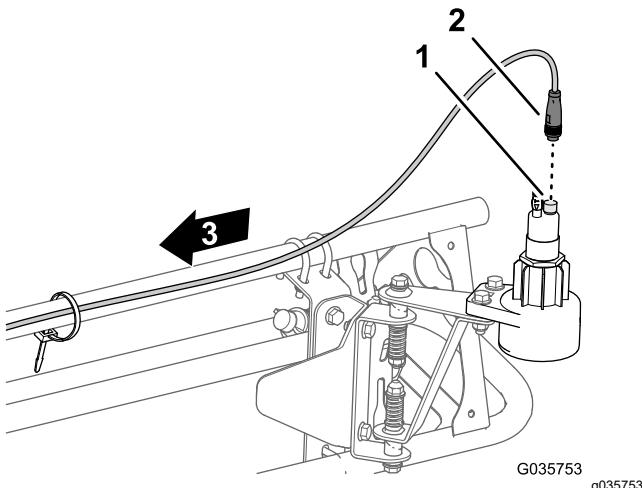

Figura 22
1. Conecte el conector hembra redondo de 4 vías del arnés de cables del sensor en el conector de 4 pinos del sensor (**Figura 22**).